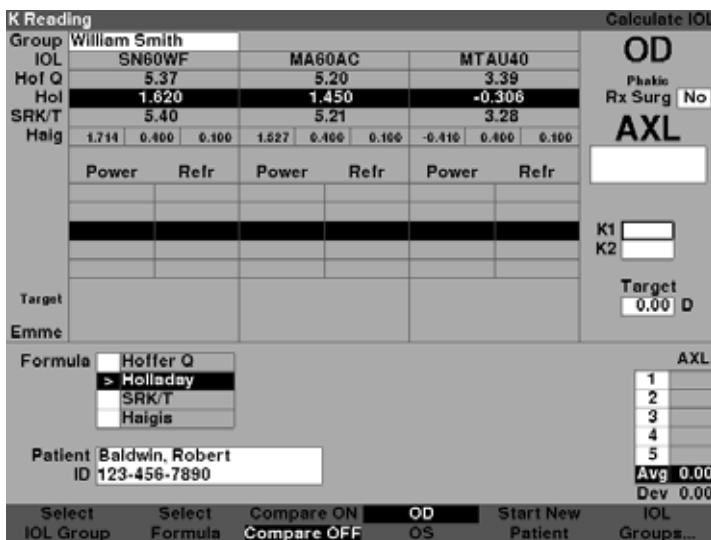

Figura 3-25 Tela de Cálculo da LIO
2. O Accutome mostrará a tela de Cálculo da LIO, conforme mostrado na Figura 3-25 abaixo.